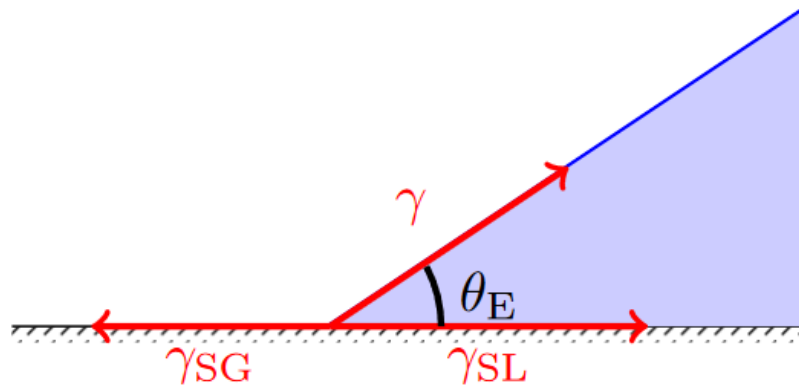

FIG. 6 : Forces s'exerçant sur la ligne triple
**Approche par les forces** C'est le même raisonnement mais en projetant sur l'axe horizontal, comme dans la Figure 6.